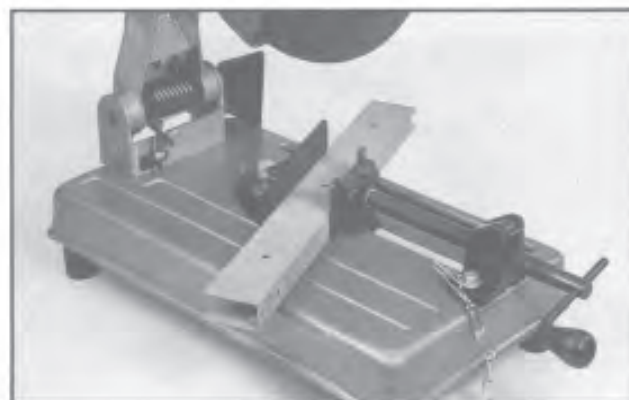

Fig. 13
2. La FIG.13 montre une pièce à couper serrer dans l'étau et positionnée pour une coupe en angle.